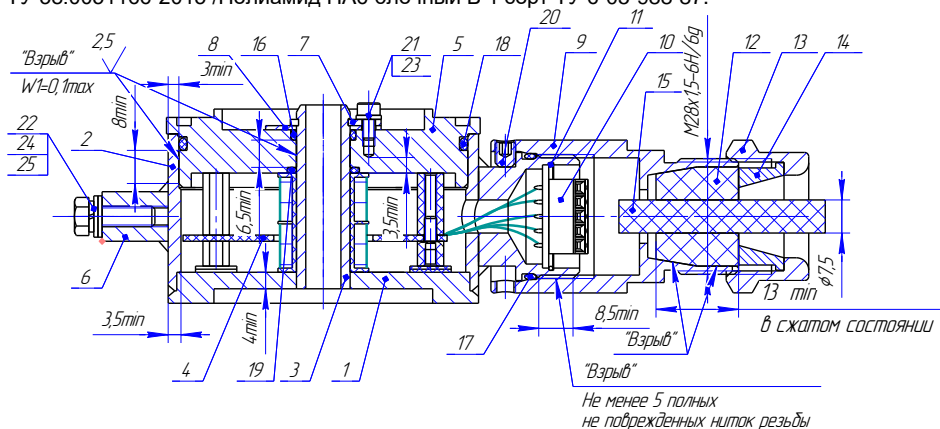

Рисунок 5. Датчик конечных положений затвора. Чертеж средств взрывозащиты.
7.2.5 Подключение к датчику положения затвора СЕНС-ДКП, СЕНС-ДКП-ХЛ вести в следующей последовательности (рис.5, 8):